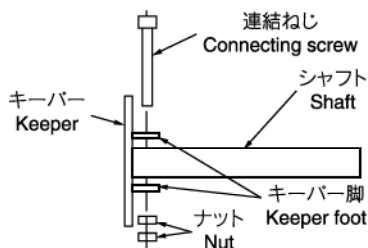

図2 Fig. 2
- ・(1)で取り外したキーバーとシャフトを連結ねじで図2の通り貫通させ、ナット(M5)をキーバー脚面まで軽く締め、更にもう1個ナットを入れナット同志を固く締めてナットが緩まないようにしてください。
- ・ Mount the shaft to the keeper which was removed in (1) with the connecting screw as shown in Fig. 2 and tighten the nut(M5) lightly till on the face of keeper foot, then tighten the nut with the other nut firmly not to loosen the nuts.
(3) 延長シャフトの取付け